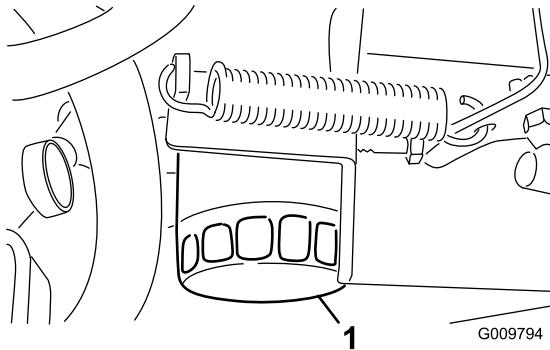

Figure 48
3. Déposez le filtre à huile (Figure 48).